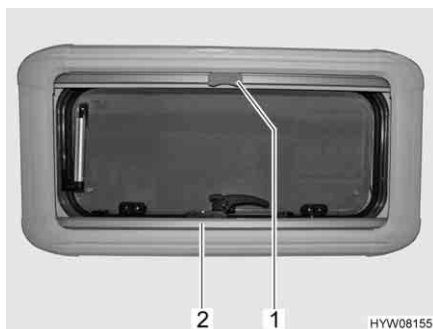

Fig. 25 Finestra apribile
- Afferrare la tendina oscurante pieghevole (Fig. 25,2) per la parte centrale della barra di presa, tirarla dal basso verso l'alto e rilasciarla nella posizione desiderata. La tendina oscurante pieghevole rimane in questa posizione.
- Tirare la zanzariera a rullo per la maniglia (Fig. 25,1) verso il basso fino a quando non si trova in contatto con la tendina oscurante pieghevole (Fig. 25,2).
- Premere la maniglia (Fig. 25,1) della zanzariera a rullo.